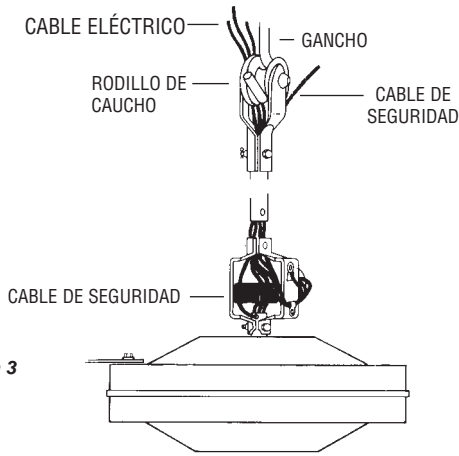

Figura 3
5. Este ventilador está equipado con el cable de "soporte secundario" requerido. Este cable de seguridad debe sujetarse a la estructura de vigas y sujetarse de manera segura de tal manera que soporte el peso del ventilador en caso que falle el gancho de montaje u otras piezas. Después de enrollar el cable de seguridad alrededor de un miembro estructural que soportará 300 lbs., asegure el cable con los sujetadores de cable suministrados según se ilustra en la Figura 3. (NOTA: Cualquier material adicional necesario para instalaciones específicas puede comprarse a su distribuidor local).